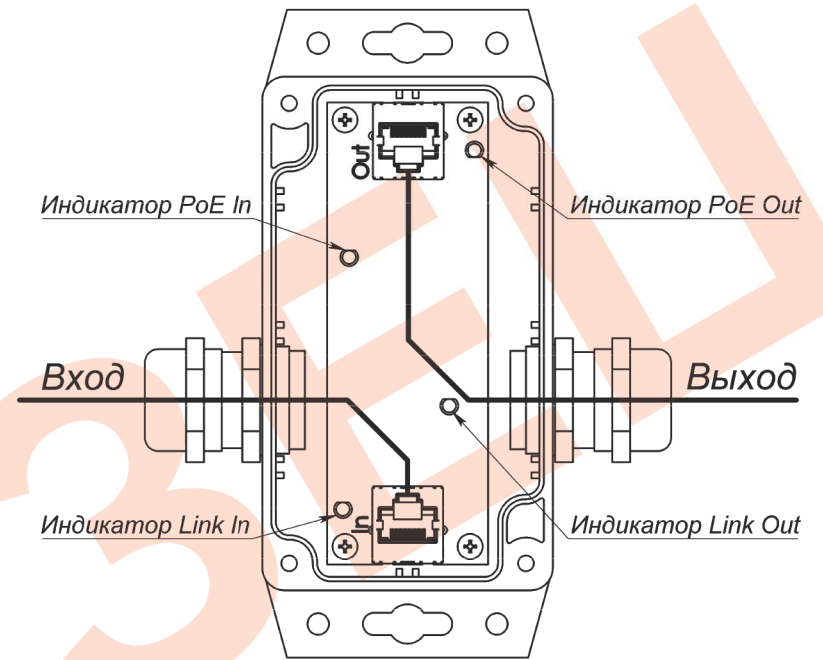

Рис.3 Удлинитель УЛИ-ЕП исп.1 (крышка не показана)
2. Подключите **«Входной»** и **«Выходной»** 4-х парные кабели UTP кат.5е или выше к разъемам RJ45 **«In»** и **«Out»** платы УЛИ-ЕП исп.1 через гермовводы корпуса **«Вход»** и **«Выход»** в соответствии с рис.3.
3. Назначение индикаторов на плате УЛИ-ЕП исп.1 приведено на рис.3.